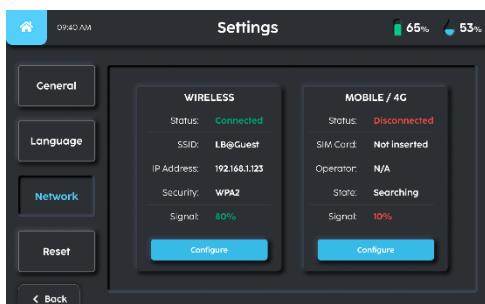

Fig. 3
3. L'utilisateur peut modifier le réseau d'exploitation en sélectionnant le bouton "Configurer" (Fig. 3).